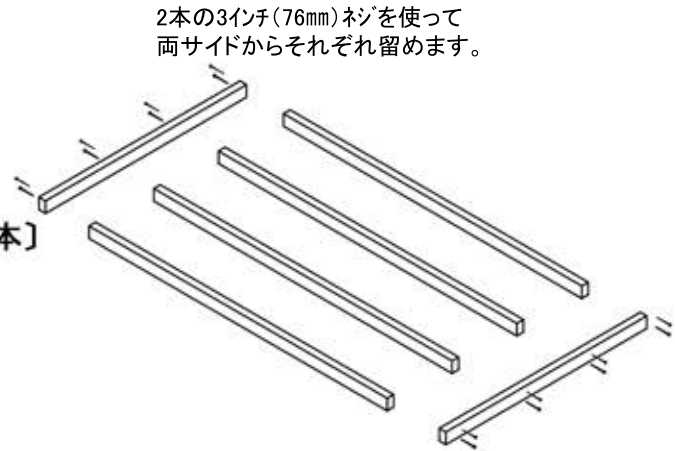

FIG. P11-2
- ・ 1ヶ所につき2本の3インチ(76mm)ネジを使って留めます。図P11-2参照